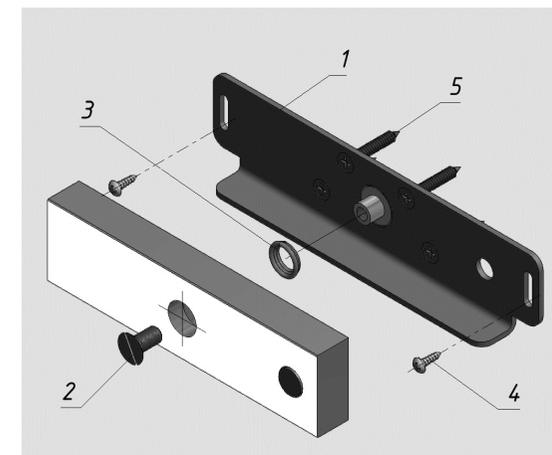

Рисунок 2
В комплекте поставки **AL-180FB-02** детали крепления якоря заменены **комплект 180Р** для установки якоря без сверления сквозного отверстия в двери (рисунок 2):
5.6 Якорь замка для варианта поставки **AL-180FB-02** устанавливается без штифта и без сверления монтажных отверстий в двери (рисунок 2). Якорь соединяется с пластиной (поз.1) винтом М6х12 (поз.2) через амортизирующую пружину (поз.3) и затем через регулировочные пазы в пластине крепится саморезами (поз.4) к двери.